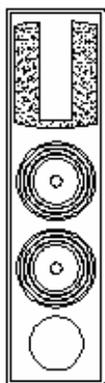
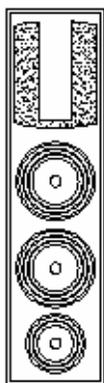

图 2-2-31
图 2-2-32
**STEP 27** 使用删除命令 `ERASE` 删除多余的线段，如图 2-2-31 所示。
**STEP 28** 使用偏移命令 `OFFSE` 将如图 2-2-31 所示中最下边的圆分别向外偏移 6，向内偏移 10、2.5、10、31.5，如图 2-2-32 所示。
**STEP 29** 参照前面绘制沙发靠背的填充方法将如图 2-2-32 所示的最外面的圆环和倒数第三个圆环填充为  图案, 如图 2-2-33 所示。